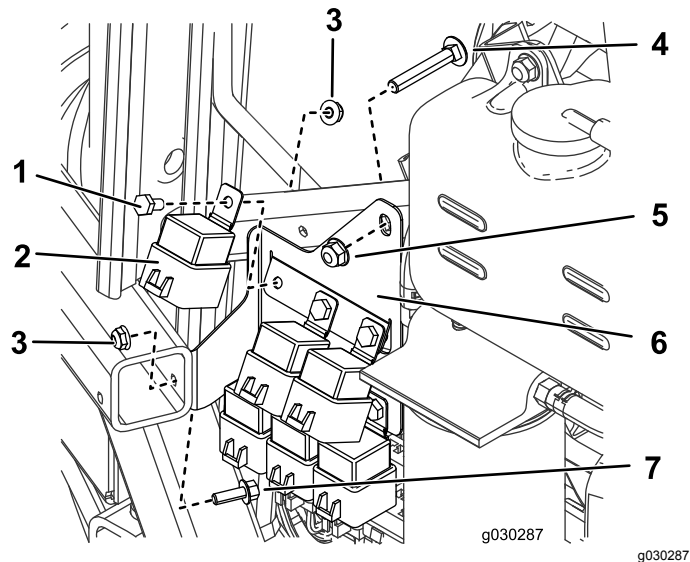

Figura 21
1. No lado direito da máquina, monte seis relés no suporte utilizando seis parafusos (¼ pol. x ½ pol.) e seis porcas (¼ pol.), como se mostra na **Figura 21**.
3. Com um parafuso (¼ pol. x ¾ pol.), porca (¼ pol.) e o parafuso e a porca que acabou de retirar, monte o suporte de relé na máquina (Figura 21).